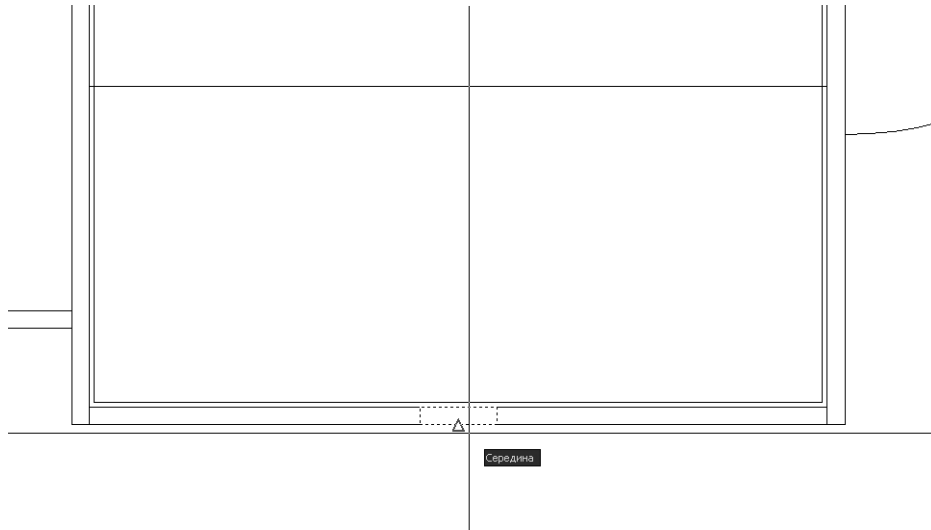

Рис. 4.61 ▼ Выбор базовой точки с помощью режима привязки **Середина** (Midpoint)
2. Включите режим привязки **Середина** (Midpoint) и подведите указатель-перекрестие к середине нижней горизонтальной линии выделенного прямоугольника. Когда AutoCAD распознает эту точку (рис. 4.61), щелкните для захвата ее координат в качестве базовой точки копируемого объекта.